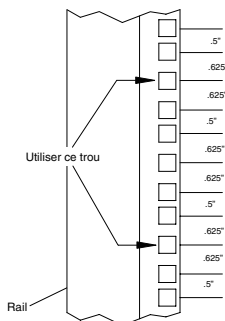

Figure 2
3. Poser un second écrou sur le même rail, six trous plus bas (voir Figure 2).